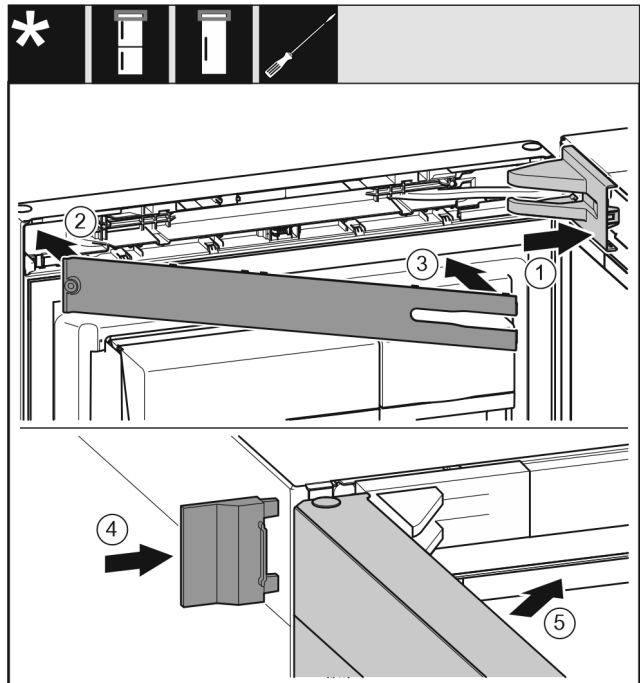

Fig. 27
- ▶ Pange laagripuki kate peale ja fikseerige, vaj. korral suruge ettevaatlikult laiali. Fig. 27 (1)
- ▶ Pange ilukate peale. Fig. 27 (2)
- ▶ Keerake ilukate sisse ja fikseerige. Fig. 27 (3)
- ▶ Lükake välimine kate peale. Fig. 27 (4)
- ▶ Sulgege ülemine uks. Fig. 27 (5)